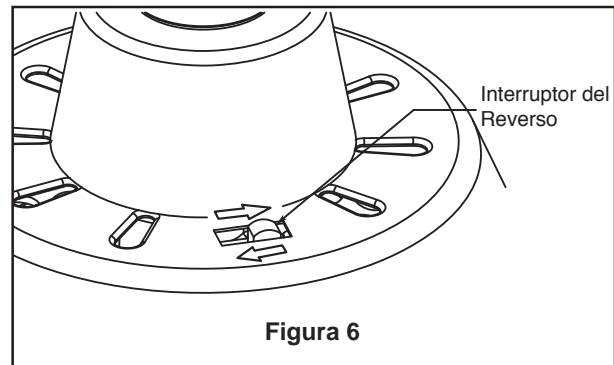

Figura 6
- 6.** Instale la unidad LED en la ensamble de la placa de iluminación mediante los dos chaveteros. Vuelva a colocar el los tornillos extraídos en el paso 3 y apriete todos los tornillos. (Figura 6)
6. Si desea que el flujo de aire se desplace en la dirección opuesta, apague el ventilador y espere a que las aspas se detengan. Luego deslice el conmutador inversor a la posición contraria y vuelva a encender el ventilador. (Figura 6)